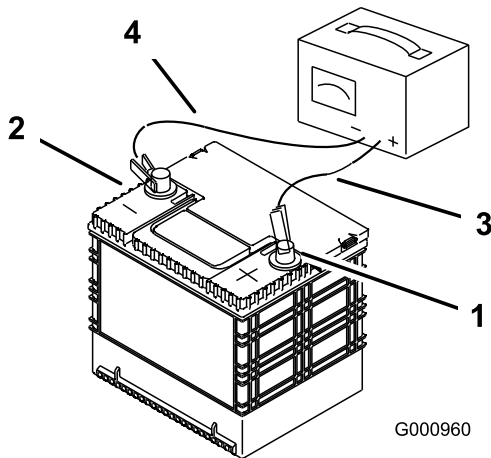

Figura 83
3. Cuando la batería esté completamente cargada, desconecte el cargador de la toma de electricidad, luego desconecte los cables del cargador de los bornes de la batería (Figura 83).